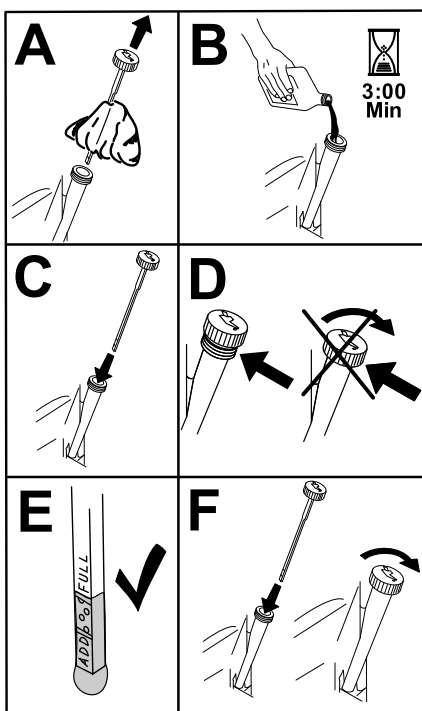

Figura 34
8. Versate lentamente circa l'80% dell'olio indicato nel tubo di rifornimento e sempre con cautela rabboccate l'olio necessario per portarlo alla tacca di **Pieno** (Figura 34).